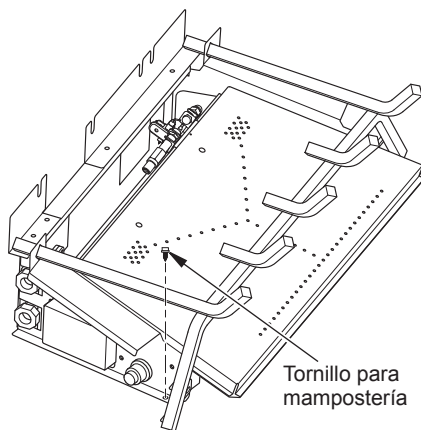

Figura 12 - Instalación de la base en el suelo de la chimenea
2. Marque las ubicaciones de los tornillos a través de los orificios de la abrazadera de montaje (consulte la Figura 12). Si lo instala en una chimenea con la parte inferior de ladrillo, marque las ubicaciones de los tornillos en la unión de mortero de los ladrillos.
5. Fije la base ensamblada al piso de la chimenea mediante dos tornillos para mampostería (en el paquete de aditamentos (consulte la Figura 12).